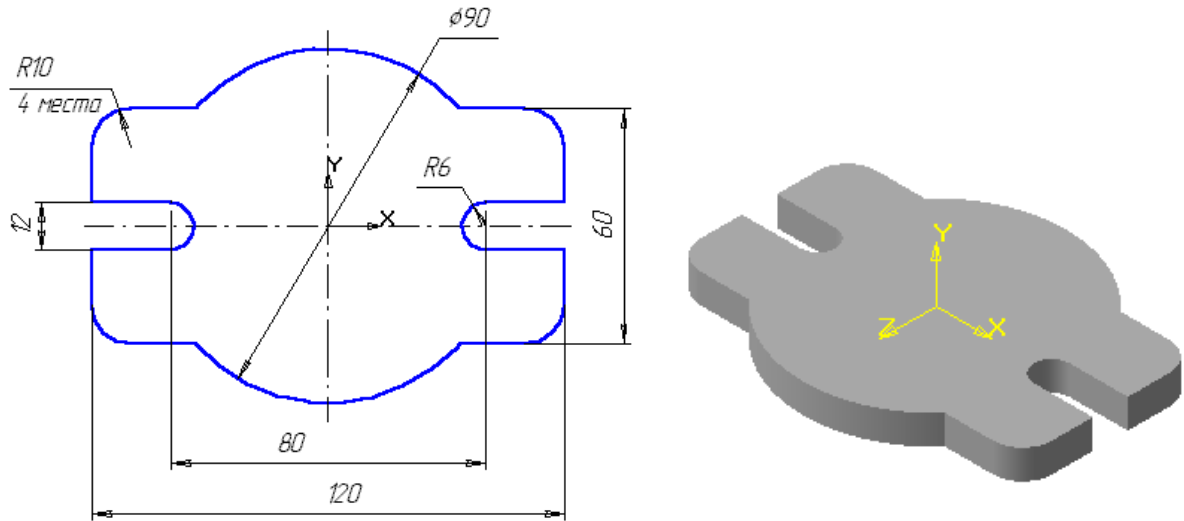
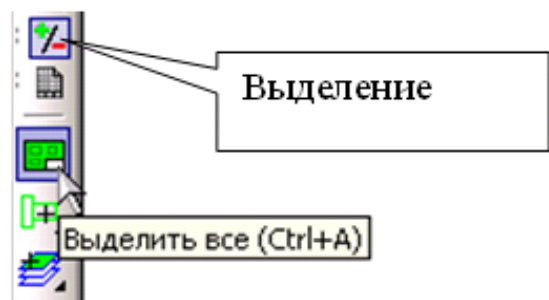

Рис. 3.1.1: Кресленик та модель деталі «Пластина»
Рис. 3.1.8
1. Створити просторову модель деталі «Пластина». Завдання свого варіанту взяти у табл. 3.1.1. Кресленик деталі показаний на рис. 3.1.1
4. Відкрийте фрагмент виконаної пластини (рис. 3.1.1). Ім'я файлу *Пластина*, тип файлу **Фрагмент**. Натисніть кнопку **Выделение**. Активізуйте кнопку **Выделить все** (рис. 3.1.8).